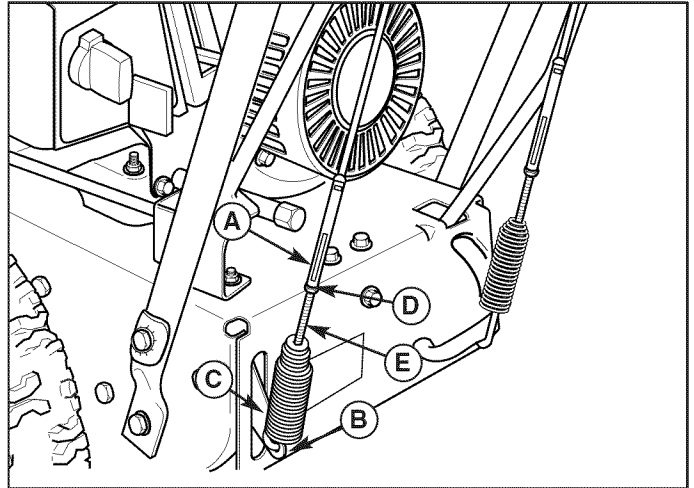

Figure 20. Réglage de la commande de traction
2. Pour régler la tension du câble, desserrer l'écrou de réglage (D, Figure 20) en tenant les méplats de réglage (A). Tourner la vis de réglage (E). La vis de réglage est une vis Phillips dont la tête peut être immobilisée ou tournée en introduisant un tournevis à travers le ressort du câble d'embrayage de traction.